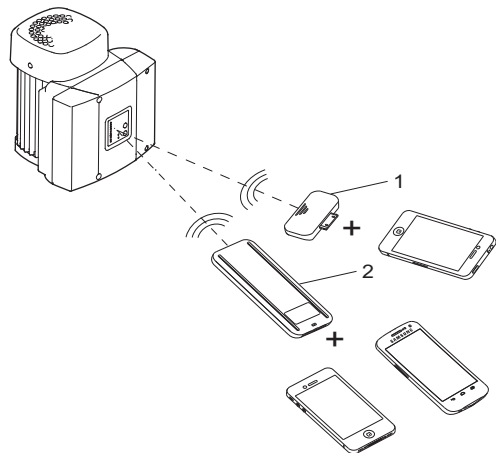

Рис. 21 Связь между Grundfos GO Remote и насосом посредством инфракрасного сигнала
Grundfos GO Remote работает с двумя различными мобильными интерфейсами (MI). См. рис. 21.